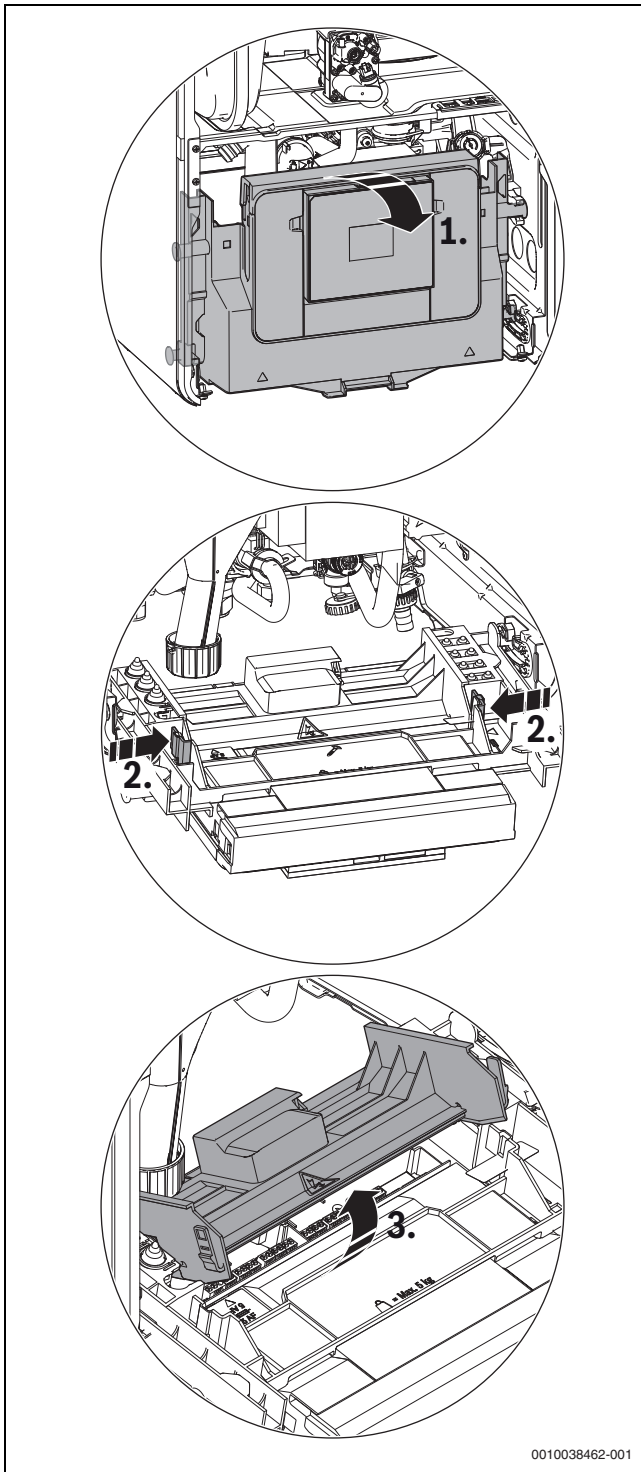

Bild 43 Abdeckung aufklappen
- ▶ Steuergerät nach unten klappen (→ Bild 43).